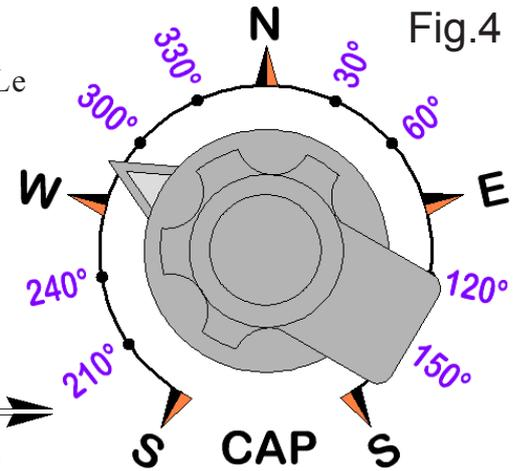
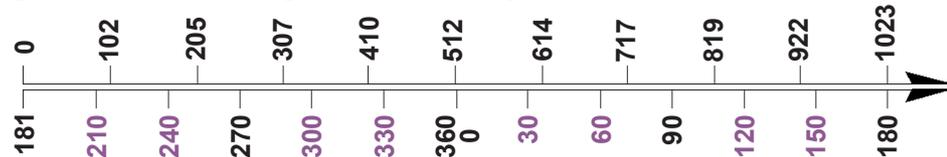

Fig.4
Fig.5
- Correction angulaire "du zéro" pour tenir compte de la non symétrie du palonnier. (*Voir Fig.4*)
Correction de symétrie : La croix servant de palonnier ne peut adopter sur l'arbre de sortie du servomoteur qu'un certain nombre de positions imposées par des cannelures. Comme montré sur la Fig.4, quand le servomoteur reçoit une consigne de "zéro", la croix peut présenter un décalage α par rapport à l'axe longitudinal du moteur, donc un angle parasite par rapport à la symétrie de la barre quand la commande est au neutre. Pour compenser ce détail mécanique il suffit de retrancher systématiquement l'angle α dans la consigne de positionnement du moteur.
Réaliser cette conversion n'est vraiment pas compliqué. Le potentiomètre utilisé sur l'une des entrées analogiques fournit une valeur comprise entre 0 et 1024 une fois la numérisation effectuée. Comme représenté sur la Fig.4, la rotation du bouton de commande se fait sur une échelle qui va de 181° à 180° en passant par 360°/0° à moitié course. On désire donc un traitement qui aboutit à la transposition de la Fig.5 donnée ci-dessous.
Imprimer les graduations comme représenté sur la Fig.4 suppose que le potentiomètre utilisé présente une variation réellement linéaire en fonction de la position angulaire de son "axe de commande". Mais comme montré sur la Fig.6A la réalité est bien différente, et c'est assez ennuyeux pour vérifier le comportement du programme car la consigne de CAP ne correspond pas à la valeur pointée par le bouton flèche. Deux solutions sont envisageables. On peut corriger le dessin des graduations comme montré sur la Fig.6A et réimprimer, mais ce n'est pas une solution esthétique. Le nord n'est plus "vers le haut" et surtout les graduations ont des espacements variables. On peut corriger les valeurs renvoyées par la procédure de saisie de la valeur du CAP. L'idée consiste comme montré sur la Fig.6B à compenser en partie par valeur moyenne de l'écart constaté, en procédant par secteurs avec la procédure ci-dessous.